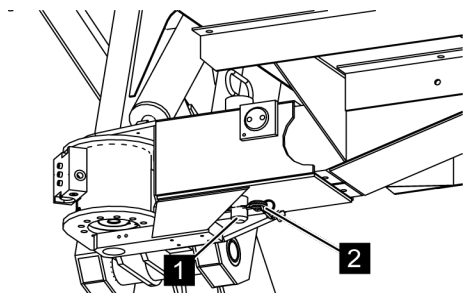

Fig. 107: Retirer la goupille de blocage
3. ➔ Retirez la goupille de blocage (Voir la Fig. 107/2) de la cheville de verrouillage (Voir la Fig. 107/1).